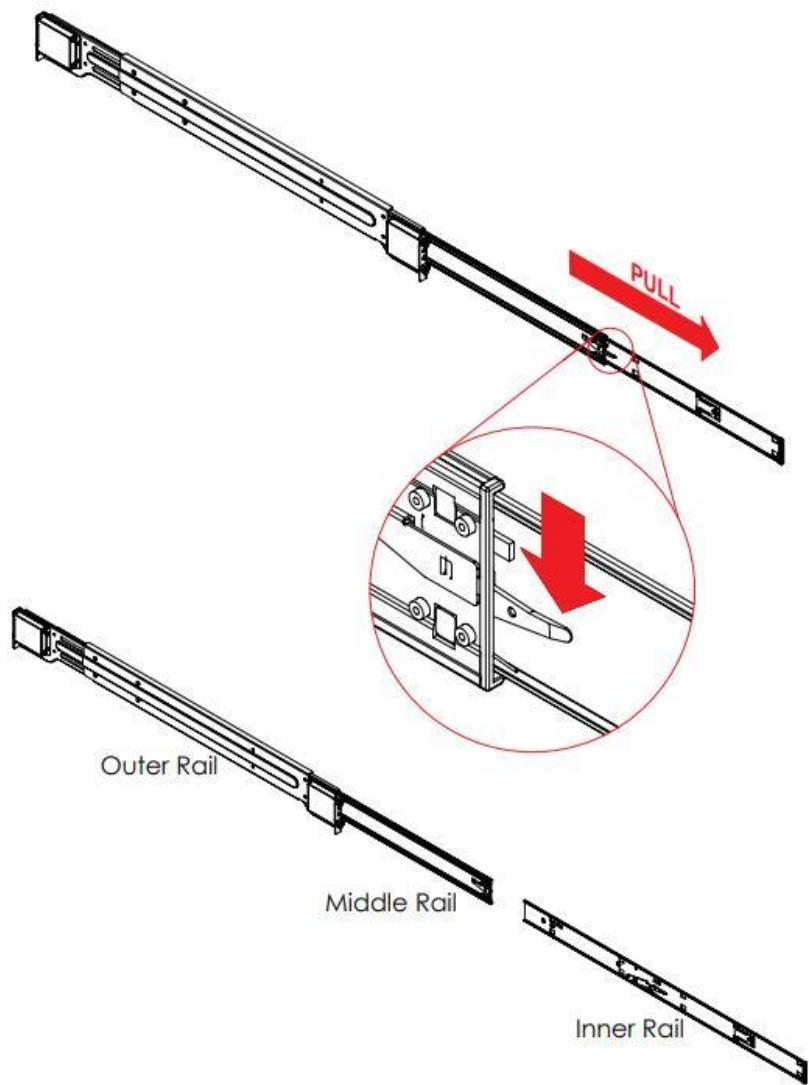

Рисунок 198 – Освобождение внутреннего
1. Подготовьте к установке телескопические рельсы, для чего извлеките внутренние рельсы из конструкции, с целью их дальнейшего монтажа на корпус модуля. Для этого освободите стопор, фиксирующий внутренний рельс в пакете и извлеките его из канала среднего рельса (см. Рисунок 198).